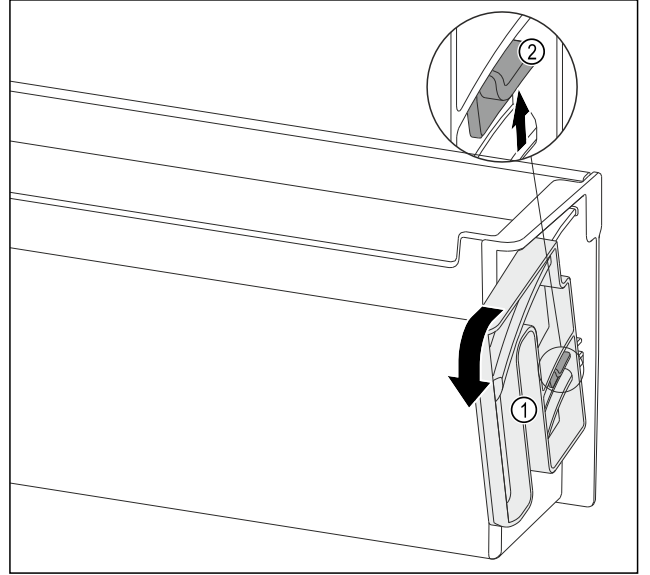

Fig. 116
- Çevirme ünitesini Fig. 116 (1) belirtilen yönde sonuna kadar çevirin.
- Mandalı Fig. 116 (2) yukarıya doğru bastırın ve çevirme ünitesini Fig. 116 (1) çıkarın.